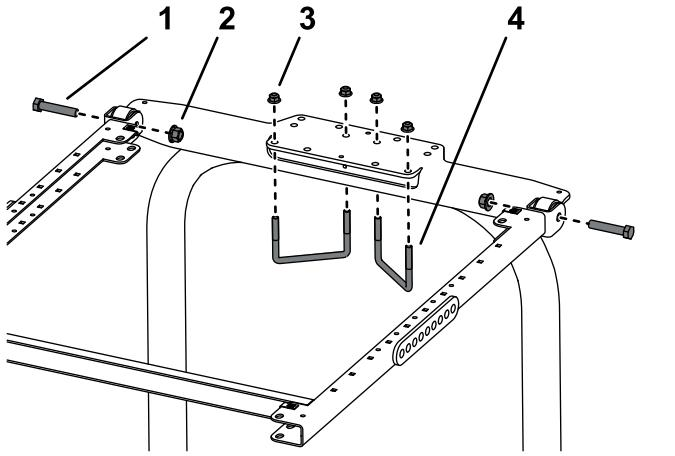

Figure 46
1. Placez le support du ROPS au sommet de l'arceau de sécurité du pulvérisateur (Figure 46).
2. Montez le cadre sur le support du ROPS (Figure 46).
3. Utilisez les trous indiqués à la Figure 46 pour fixer le support du ROPS au sommet de l'arceau de sécurité à l'aide de 2 étriers filetés (4 1/2" x 2 3/4") et de 4 écrous à embase.